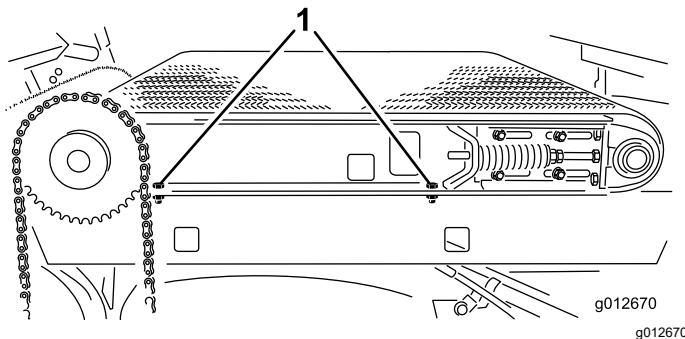

图 33
4. 在机器右侧拧松将滑行机架轨道固定至右挡泥板上的 2 个平头螺丝图 33。确保平头螺丝的松度足以让滑行滚道倾斜。